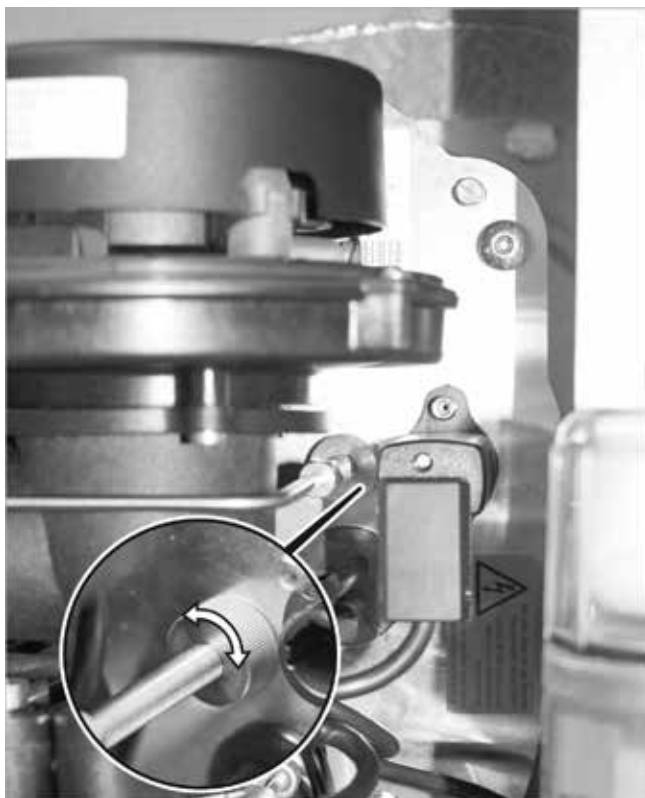

Fig. 151: Dado zigrinato (collegamento tubazione gasolio / supporto ugello)
- Girare il dado zigrinato della porta ugello (vedere ➔ Fig. 151, pag. 63) ca. 2 giri in senso antiorario (la porta ugello viene estratta "all'indietro").
1. Nel collegamento della tubazione del gasolio per la porta ugello c'è, prima della piastra base del bruciatore, un dado zigrinato (→ Fig. 151). In questo modo tutto il dispositivo di miscelazione completo può essere spostato in avanti o verso dietro. Il dado zigrinato può essere regolato fino ad un certo punto (battuta del dispositivo di miscelazione nel tubo focolare). Regolare il dado zigrinato in maniera tale che il dispositivo di miscelazione si trovi nella battuta.